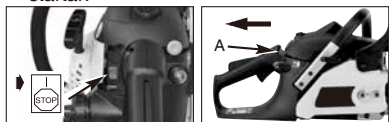

Fig. 9A
1. För stoppkontakten till PÅ, "I-läget". (Fig. 9A)